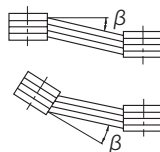

図 5-3
- ・両プーリ間の平行度、偏心度 $\beta$ は $20'$ 以内としてください。(図 5-3 参照)